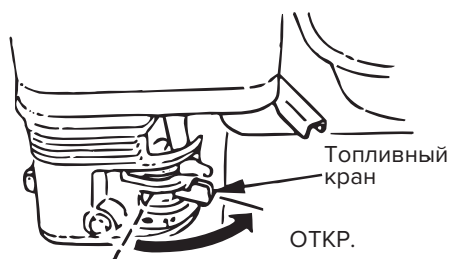

Рис. 3-1
1. Откройте топливный кран (рис. 3-1, 3-2, 3-3).